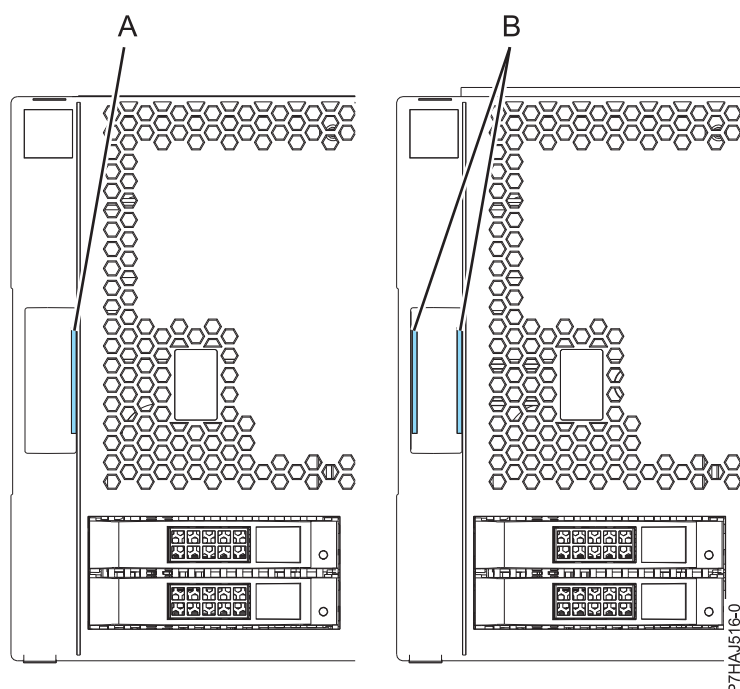

図 6. 古いカバーと新しいカバーの識別
注: 2011 年 3 月 1 日より前に出荷された古いカバーは、カバー・アセンブリー・ラッチ上の 1 本の青色ストライプ (A) で識別できます。2011 年 3 月 1 日以降に出荷される新しいカバーには、カバー・アセンブリー・ラッチ上に 2 本の青色ストライプ (B) が付いています。図 6 を参照してください。